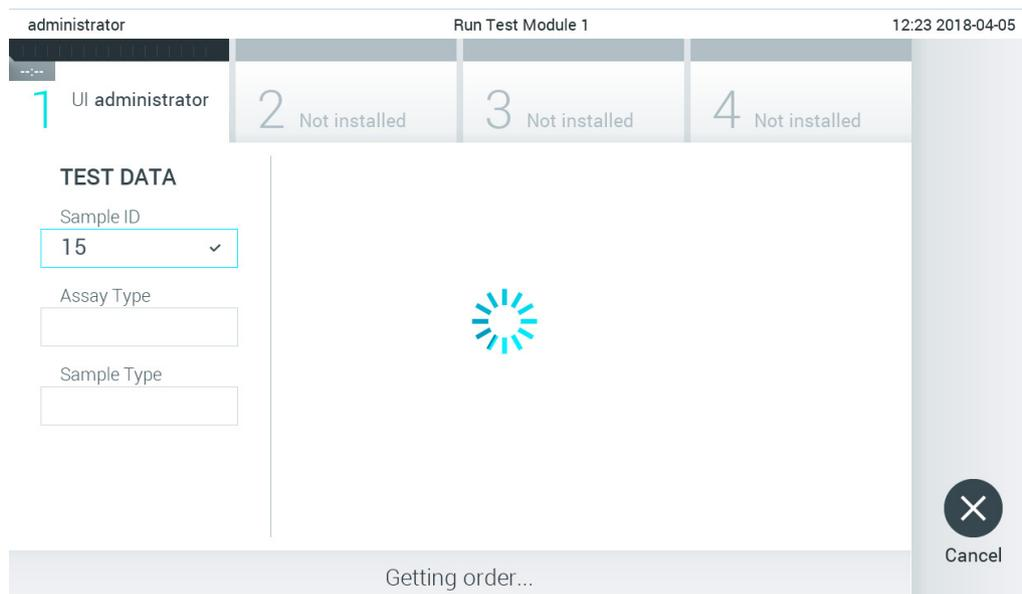

Figura 76. Apresentação durante a obtenção de um pedido de teste.
3. A Sample ID (ID da amostra) é enviada para o anfitrião e, enquanto o QIAstat-Dx Analyzer 1.0 aguarda por um pedido de teste, é apresentada a mensagem "Getting order..." (A obter pedido...) (Figura 76).